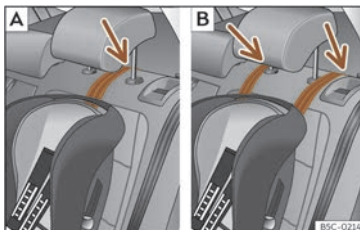
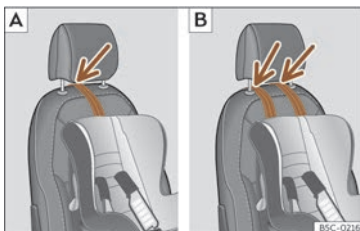

Fig. 44 Seients del darrere: ajust i muntatge en funció del cinturó Top Tether.
Fig. 45 Seient de l'acompanyant: ajust i muntatge en funció del cinturó Top Tether.
- Col·loqueu la corretja per sota del reposacaps (en funció de les instruccions de la cadira, aixequu o retireu el reposacaps si és necessari) >>> **fig. 44**, >>> **fig. 45**.